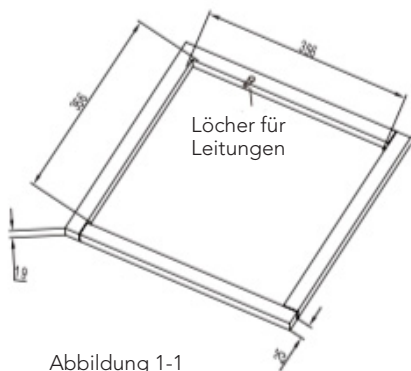

Abbildung 1-1
2. Es muss in der Lage sein, die äußere Oberfläche des Dachs und die Innendecke getrennt zu halten und diese so zu stützen, dass, wenn die Klimaanlage auf dem Dach und die Baugruppe an der Decke zusammengeschraubt werden, das Dach nicht unter dem Druck nachgibt. Ein typischer Stützrahmen ist in Abbildung 1-1 dargestellt.